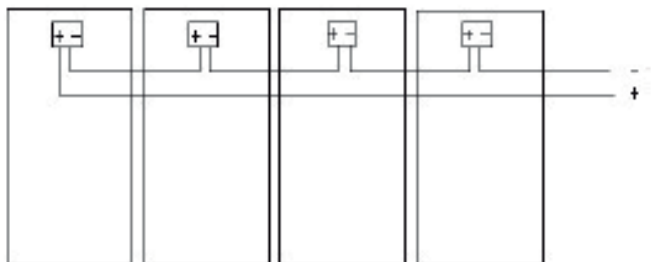

Fig.: 4.1 Conexão em serie para mais tensão V
A conexão em série serve para incrementar a tensão (V) do sistema. Conecte o cabo do terminal positivo de um módulo com o cabo do terminal negativo do seguinte módulo. (Fig. 4.1. Mostra a conexão em série de quatro módulos)